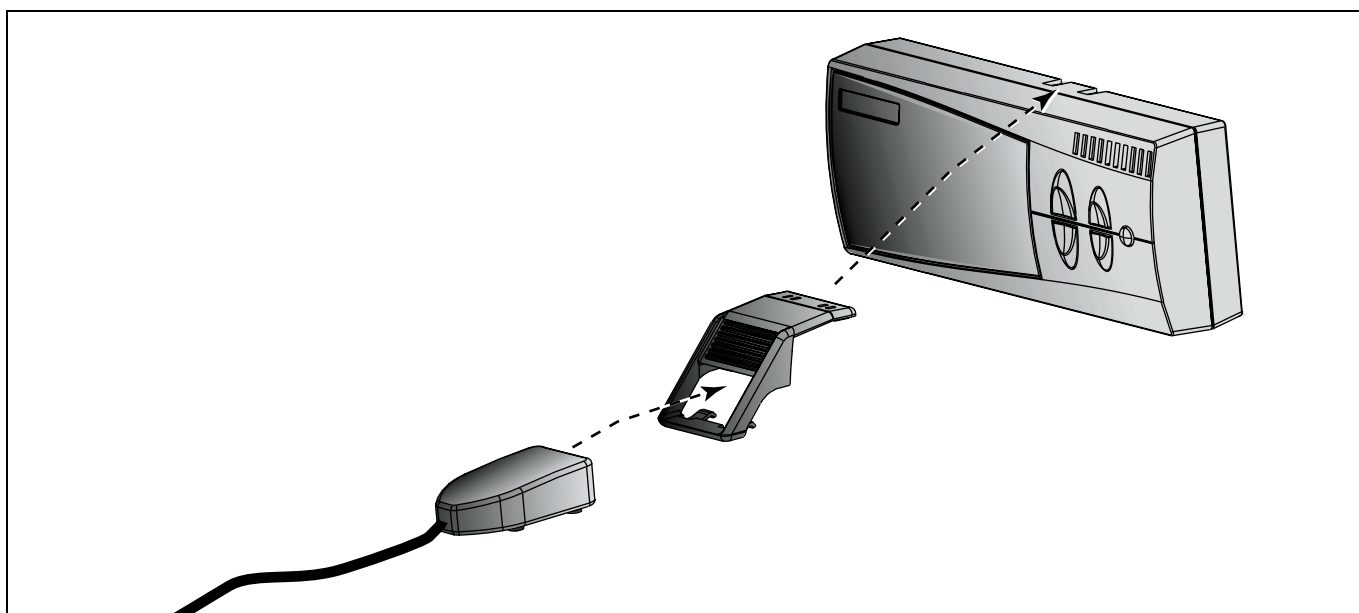

Figure 6 : Raccordement de l'accessoire OCIVF à l'écran
2. Faites glisser l'accessoire OCIVF dans l'équerre jusqu'à ce qu'il soit entièrement inséré (voir la Figure 6).